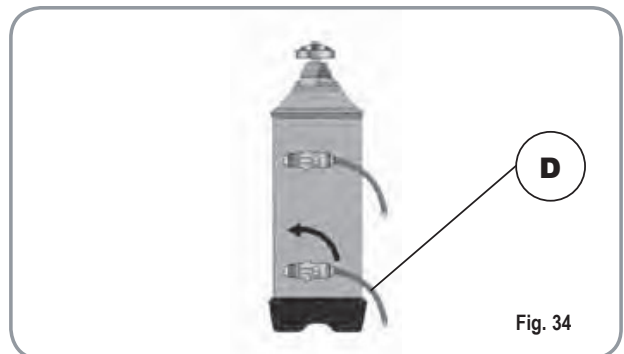

Fig. 34
3) Reposition lever D towards the left (Fig. 34).
- 3) Repositionner alors le levier D vers la gauche (Fig. 34).